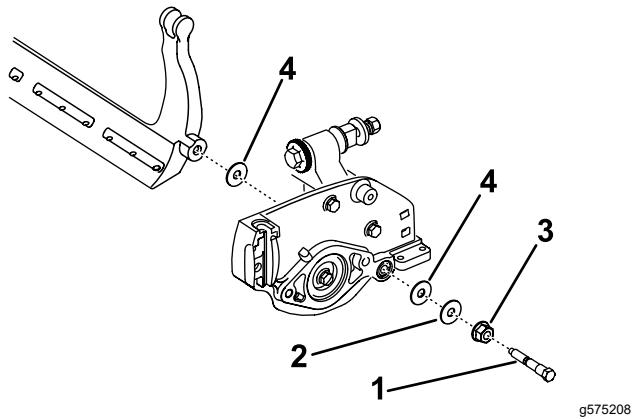

Figure 19
Mettez de côté 2 rondelles en nylon et 1 rondelle en acier à chaque extrémité de la barre d'appui (Figure 19).
- Placez une rondelle en nylon de chaque côté du bossage de la plaque latérale. Placez une rondelle en acier à l'extérieur de chaque rondelle en nylon (Figure 19).